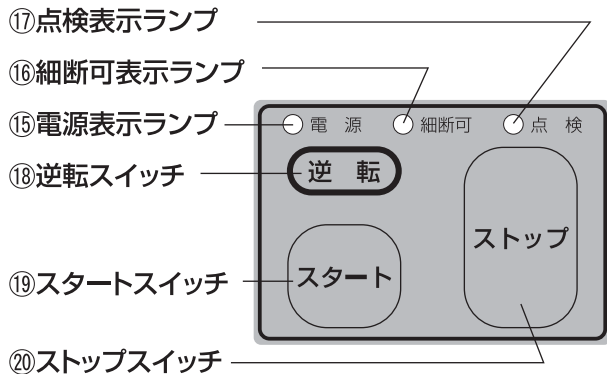

図4 操作パネル部拡大図
- 2.スタートスイッチ⑱を押して、電源表示ランプ⑮と細断可表示ランプ⑯が点灯していることを、確認してください。 P9 図4 参照